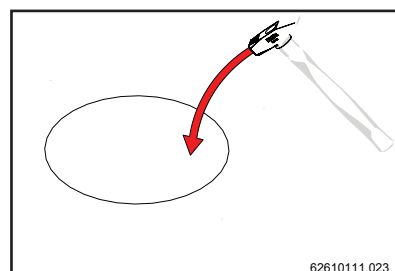
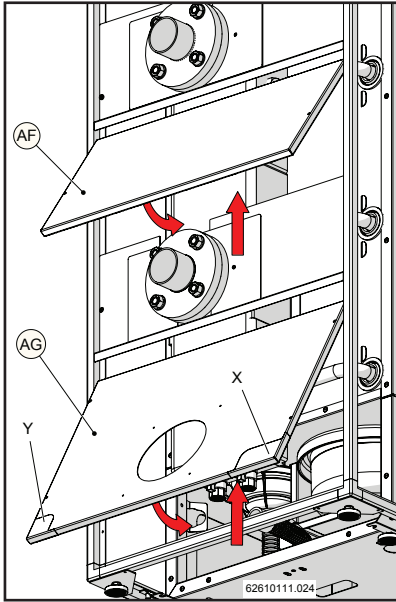

Figure 15-55
Figure 15-57
- 11.- Retirer les disques prédecoupés de les couvertures (AG) et (AH) comme montrent les figures 15-55 et 15-56. Il est possible retirer les feuilles prédecoupés "X" et "Y" de la couverture (AG) (figure 15-57) pour le branchement électrique et de l'évacuation de la condensation produit par la chaudière; selon le type d'installation présent sur le lieu d'installation.
- 12.- Insérer les couvertures (AF) et (AG), comme indiqué dans la figure 15-57 et les fixer à la structure avec les vis